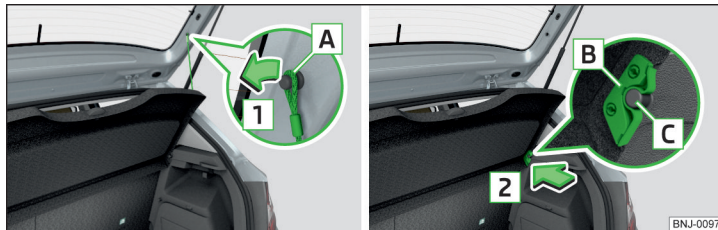

Fig. 108 Retirar la cubierta del maletero
Si las cintas de sujeción **A** » fig. 108 están enganchadas en la tapa del maletero, entonces al abrir la tapa también se levantará la cubierta del maletero (a continuación, sólo cubierta).
- Sacar en ambos lados de la tapa del depósito las cintas de sujeción **A** en el sentido de la flecha **1** » **fig. 108.**
- Coloque los alojamientos **B** en la cubierta sobre las fijaciones **C** del revestimiento lateral » **fig. 108.**
En el área delantero tienen que enclavar completamente los alojamientos **B** » **fig. 108 de la pág. 85** de la cubierta en los soportes en el revestimiento lateral. En la parte trasera tiene que estar asegurada la cubierta en ambos lados debajo del enclavamiento.